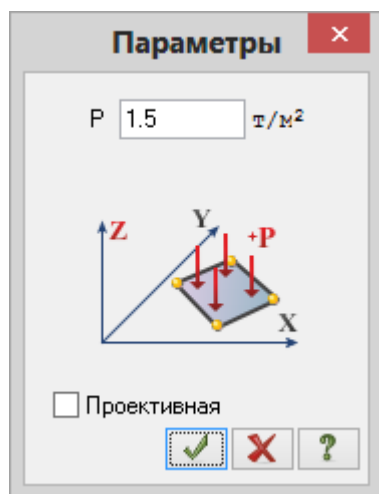

Рис.21.18. Диалоговое окно **Параметры**
- В этом окне задайте интенсивность нагрузки $p = 1.5 \text{ т/м}^2$ (рис.21.18).